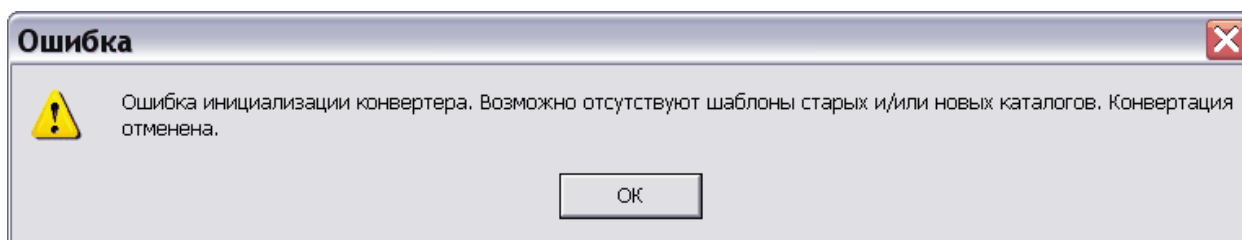

Рис. 6.86
5. В случае отсутствия старых и/или новых шаблонов каталога появится предупреждение об ошибке (Рис. 6.86).